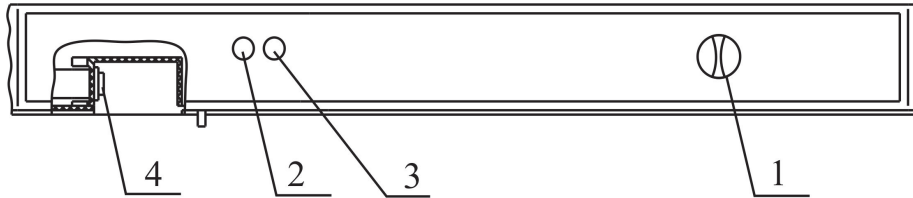

Рис. 2 Схема расположения приборов управления и сигнализации
6.1 Включение и отключение холодильника производится штепсельной вилкой сетевого шнура (не рекомендуется тянуть за сетевой шнур). Загоревшаяся зеленая лампа 2 (рис.2) на панели свидетельствует о том, что холодильник включен в электросеть. Желтая индикаторная лампа 3 горит при работе холодильника в режиме замораживания.
6.2 Температурный режим в холодильной камере устанавливается путем поворота ручки терморегулятора 1 (рис.2) до выбранного по шкале температурного режима. При этом:
6.3 Если Вы хотите сократить время замораживания продуктов, то можете использовать режим замораживания. Режим замораживания включается нажатием клавиши переключателя 4 (рис.2) . При этом на панели загорается индикаторная лампа 3 (рис.2).
**ВНИМАНИЕ!** Не позднее 24 часов после загрузки последней партии продуктов переведите холодильник в режим хранения, нажав клавишу переключателя 4, при этом индикаторная лампа 3 (рис.2) гаснет.